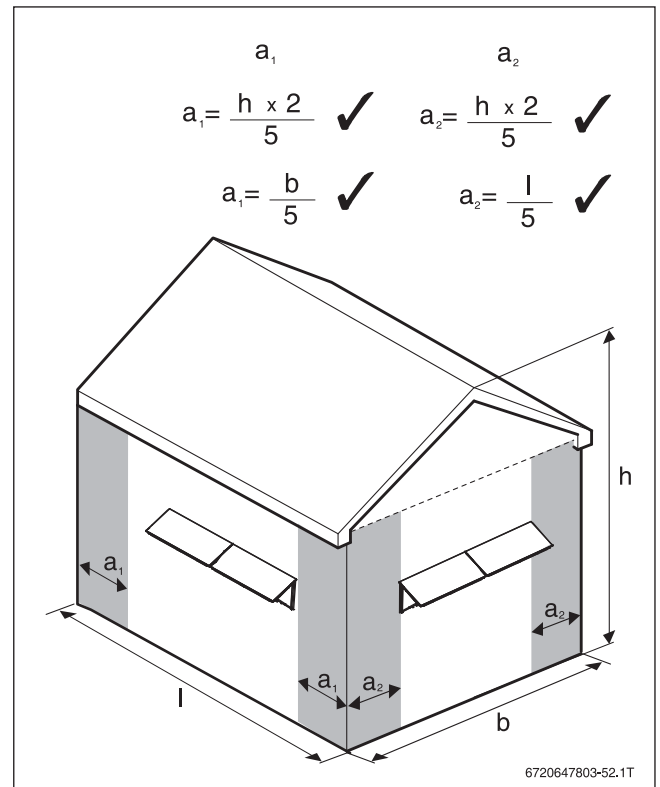

Bild 210 Einzuhaltende Abstandsmaße
- ▶ Abstand der Kollektorreihe vom Rand der Fassade gemäß Bild 210 ermitteln.